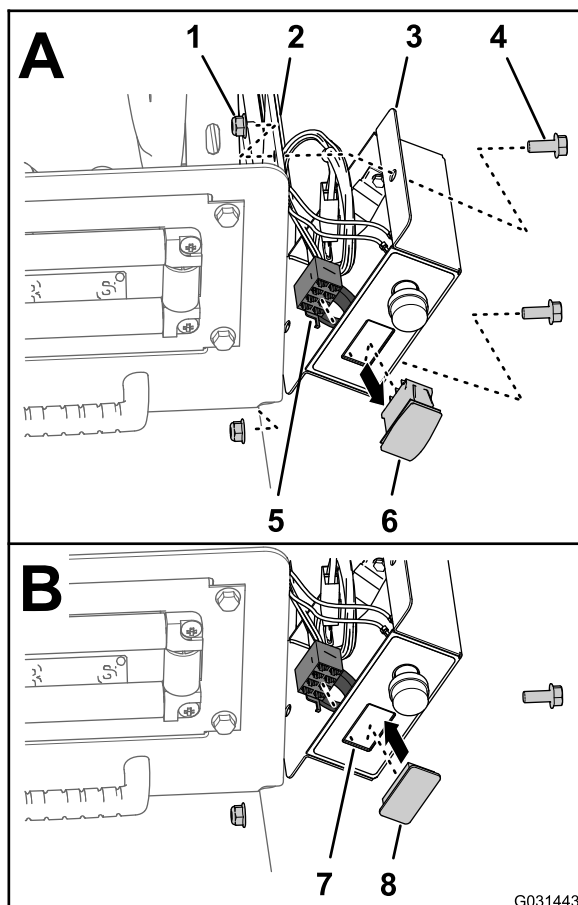

Figura 20
a caixa de controlo à placa de montagem do cilindro (Figura 20).
2. Desligue o conector de 8 tomadas da cablagem da caixa de controlo do interruptor de controlo da pressão (Figura 20).
3. Passe o conector de 8 tomadas por dentro da caixa de controlo (Figura 20).
4. Aperte as abas de bloqueio do interruptor de controlo da pressão e pressione o interruptor para fora da caixa de controlo (Figura 20).
5. Alinhe o tampão do interruptor com a abertura na caixa de controlo de onde retirou o interruptor (Figura 20).
6. Insira o tampão do interruptor na caixa de controlo até o tampão ficar bem preso na cobertura (Figura 20).
7. Alinhe a caixa de controlo com a placa de montagem do cilindro (Figura 20) e prenda a caixa à placa com os 2 parafusos (5/16 x 3/4 pol.) e as 2 porcas de bloqueio (5/16 pol.).